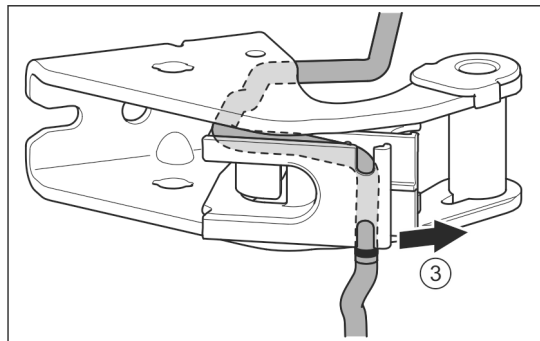

Fig. 25
- Kábel uvoľnite z vedenia. Fig. 25 (3)